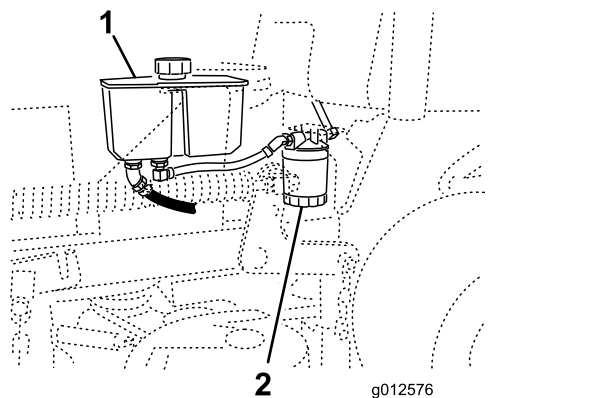

Figura 73
3. Localice el filtro y coloque un recipiente debajo del filtro (Figura 73).